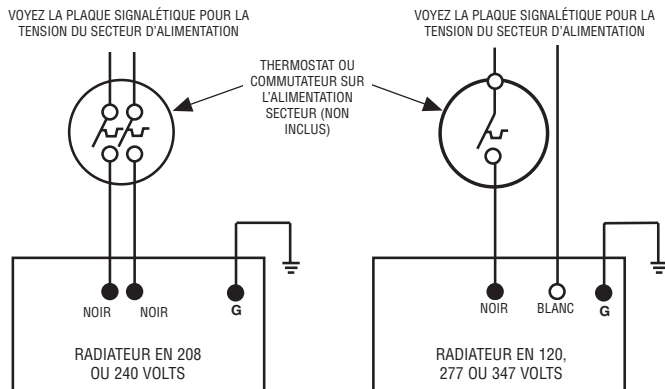

Figure 3
- Réalisez les raccordements de câblage en conformité avec la Figure 3 et les instructions de câblage. Le radiateur doit être convenablement relié à la terre pour prévenir des commotions électriques. Utilisez un boîtier de raccordement bien mis à la terre pour brancher le radiateur à l'alimentation secteur.
- Branchez les fils du panneau de chauffage sur les fils d'arrivée d'alimentation secteur (voyez la Figure 3 et les instructions de CÂBLAGE). Le radiateur doit être convenablement relié à la terre pour prévenir des commotions électriques. Utilisez un boîtier de raccordement bien mis à la terre pour brancher le radiateur à l'alimentation secteur. Le radiateur peut être déplacé le long des cadres latéraux pour faciliter le câblage.
3. Insérez le panneau de chauffage au travers de l'ouverture (voyez la Figure 7) et réalisez les raccordements de câblage (voyez la Figure 3 et les instructions de CÂBLAGE). Le radiateur doit être convenablement relié à la terre pour prévenir des commotions électriques. Utilisez un boîtier de raccordement bien mis à la terre pour brancher le radiateur à l'alimentation secteur.